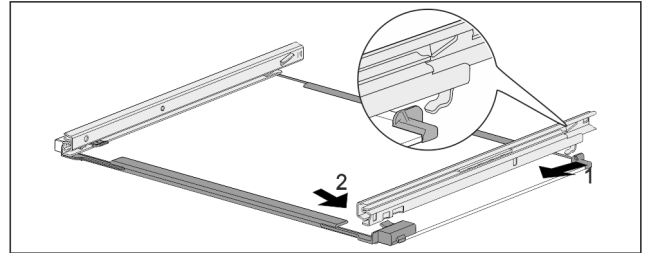

Fig. 191 Стъклена плоча с релси
- ▶ Закачете релсата отзад. Fig. 191 (1)
- ▶ Фиксирайте релсата отпред. Fig. 191 (2)